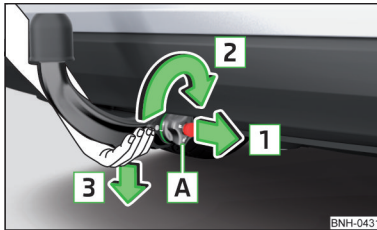

Abb. 220
- Die Kugelstange **von unten** fassen » Abb. 220.